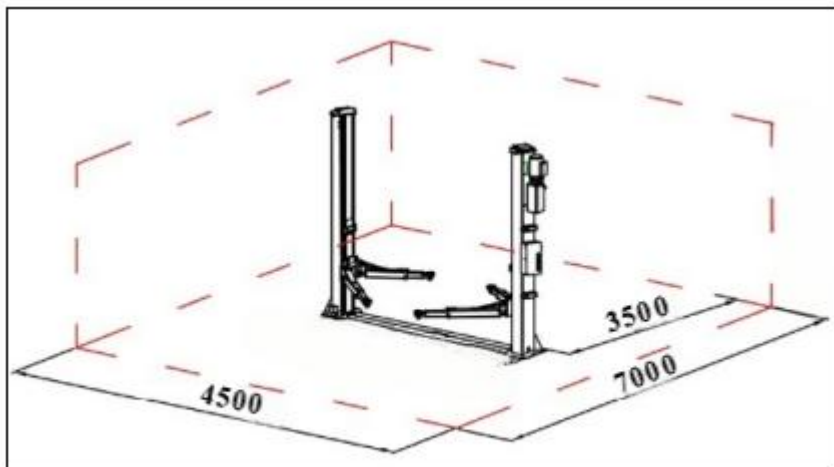

Bild 4: Aufstellraum
7.1 Einbau in staubfreiem Innenraum mit Mindestbeleuchtungsstärke 100 Lux. Mindestwandabstand 1000 mm, vor und hinter der Hebebühne ausreichend Platz für Fahrzeugverkehr, Raumhöhe ≥ 4000 mm für Flucht- und Arbeitswege (Bild 4).